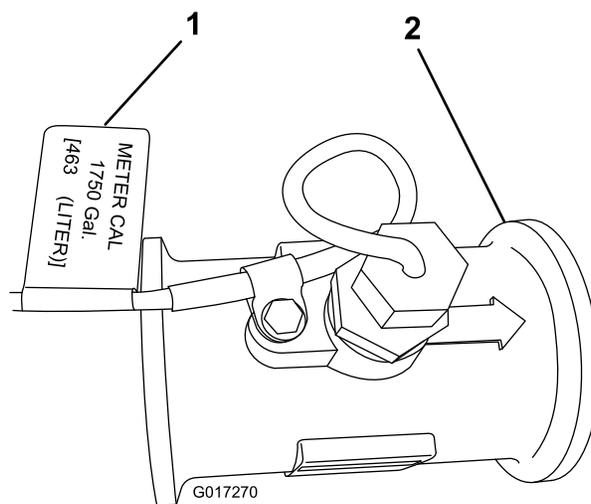

图10
**注意：** 流量计校准（或流量计）校准数字标记在附于流量计或仪表电缆的标签上（图10）。